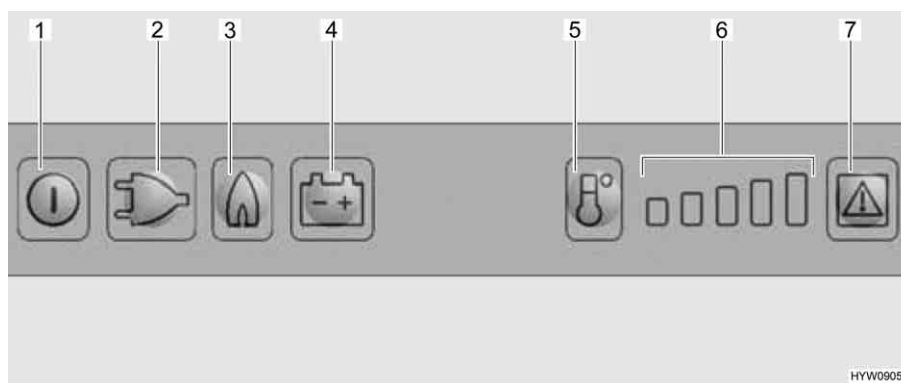

Fig. 209 Boutons de commande pour le réfrigérateur
- Appuyer sur la touche Marche/Arrêt (Fig. 209,1) pendant env. 2 secondes. Le réfrigérateur s'allume. La touche du dernier mode de fonctionnement sélectionné s'allume.
- Appuyer si nécessaire sur la touche du mode de fonctionnement "Gaz" (Fig. 209,3). La touche s'allume. L'arrivée de gaz est ouverte. L'allumage s'effectue de manière automatique. Un tic-tac est distinctement perceptible jusqu'à ce que la procédure d'allumage soit effectuée avec succès.
- Régler la température de réfrigération avec la touche de sélection du degré de température (Fig. 209,5).
- Appuyer si nécessaire sur la touche "230 V" (Fig. 209,2). La touche s'allume.
- Appuyer si nécessaire sur la touche de mode de fonctionnement "12 V" (Fig. 209,4). La touche s'allume.